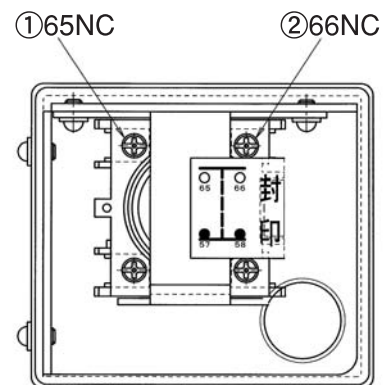

図3.圧力スイッチ接続端子
作動信号出力用として、圧力スイッチ内に接続端子を設けています。結線は、図3で示す端子番号①-②に接続してください。